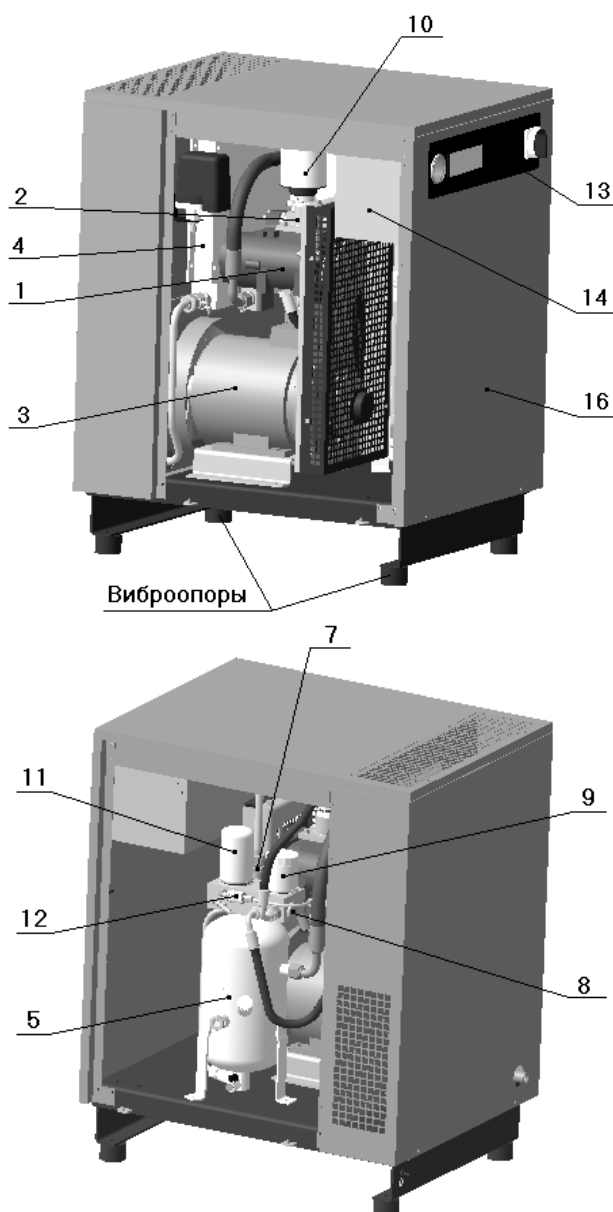
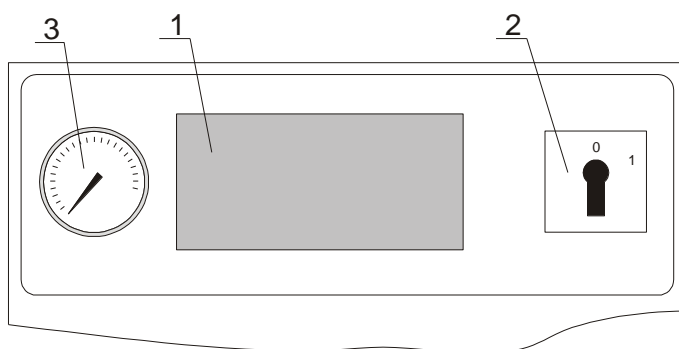
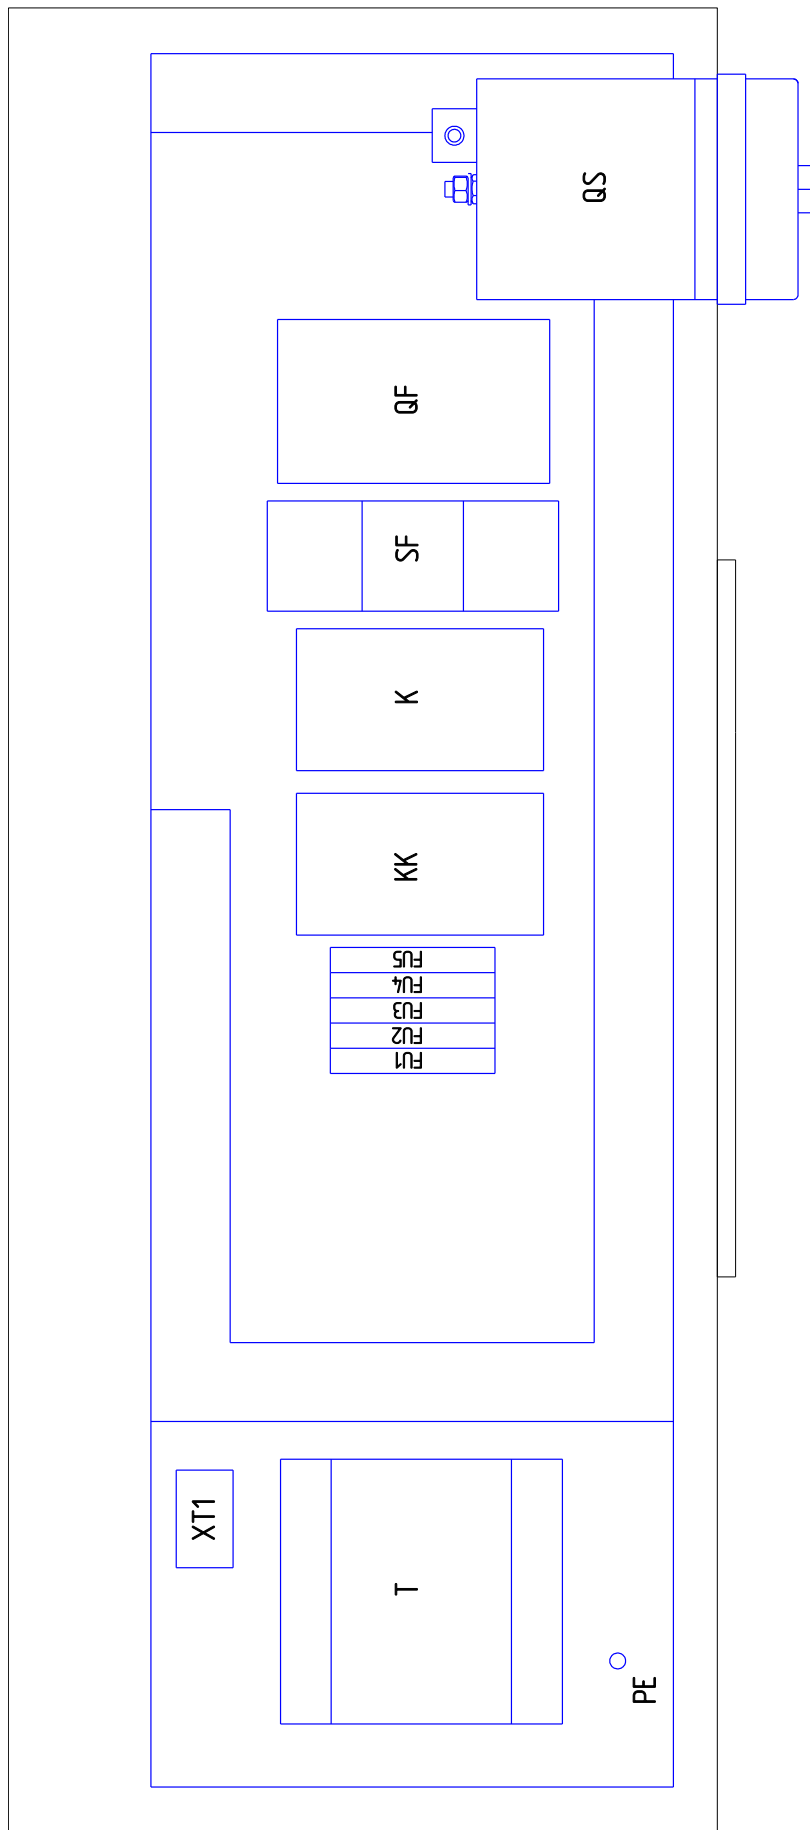

Рисунок 1 – Общий вид компрессорной установки ВК5Е-..., ВК7Е-..., ВК10Е-...
Рисунок 5
Рисунок 6 – Блок-схема платы монтажной BK5E, BK7E, BK10E
**1 – Винтовой блок** предназначен для выработки сжатого воздуха. Винтовые блоки, применяемые в компрессорных установках, приведены в таблице 3 (см. рисунок 1 или 2, или 3). В корпусе винтового блока расположены: винтовая группа, пропускные каналы для воздуха и масла, присоединительные фланцы.
**2 – Клапан всасывающий** (см. рисунок 1 или 2, или 3) воздушный выполняет функцию подачи воздуха в камеру сжатия и предотвращения выброса наружу сжатого воздуха и масла в момент останова установки при любом давлении подачи сжатого воздуха. Переключение клапана всасывающего в режим "ЗАГРУЗКА" или "ХОЛОСТОЙ ХОД" осуществляется при помощи клапана электромагнитного, который управляется программируемым контроллером от сигнала датчика давления.
**3 – Электродвигатель** (см. рисунок 1 или 2, или 3) предназначен для привода винтового блока.
**4 – Воздушно-масляный радиатор** (см. рисунок 1 или 2, или 3) двухсекционный, комбинированный, выполняет функции охлаждения масла и предварительного охлаждения воздуха на выходе из установки. Радиатор охлаждается проходящим через него потоком воздуха, который нагнетается вентилятором, установленным на втором конце вала электродвигателя привода установки.
**5 – Маслоборник** (см. рисунок 1 или 2, или 3) выполняет следующие функции:
**7 – Клапан минимального давления** (см. рисунок 1 или 2, или 3), установленный на линии нагнетания, предназначен для поддержания минимального давления в пределах 0,2...0,4 МПа внутри установки до тех пор, пока давление в распределительной сети не уравнивается с давлением внутри
**8 – Термостат** (см. рисунок 1 или 2, или 3) состоит из запорного плунжера и термочувствительного глицеринового элемента, изменяющего направление потока масла в зависимости от температуры и смонтирован в корпусе, на котором также установлен фильтр масляный.
**9 – Фильтр масляный** (см. рисунок 1 или 2, или 3) неразборный изготовлен в металлическом корпусе. Он расположен в контуре смазки и предотвращает попадание твердых частиц на рабочие поверхности винтов и подшипников. Его замена необходима после выработки часов, указанных в разделе "ТО", а частота замены напрямую зависит от технического обслуживания воздушного фильтра и от качества масла.
**10 – Фильтр воздушный** (см. рисунок 1 или 2, или 3) впускной открытого типа. Функция воздушного фильтра - предотвращение попадания загрязняющих частиц в зону винтовой группы и систему смазки. Некачественное обслуживание воздушного фильтра приводит к уменьшению срока службы блока винтового.
**11 – Фильтр-маслоотделитель (сепаратор)** (см. рисунок 1 или 2, или 3) завершает операцию отделения масла от сжатого воздуха и обеспечивает остаточное содержание масла в сжатом воздухе не более  $3 \text{ мг/м}^3$ . Пропускная способность фильтра-маслоотделителя зависит от качества масла и его рабочей температуры.
**12 – Визуализатор возврата масла** (см. рисунок 1 или 2, или 3) предназначен для визуальной оценки количества масла на возврате из фильтра-маслоотделителя. Масло, отделенное фильтром-маслоотделителем, возвращается в систему смазки установки. Функцией визуализатора является управление расходом возвратных потоков воздуха и масла. Визуализатор позволяет проверить эффективность работы фильтра-маслоотделителя и системы сепарации.
**13 – Панель управления** (см. рисунок 1 или 2, или 3). На лицевую сторону панели управления вынесены следующие органы управления (рисунок 5):
**14 – Шкаф с электроаппаратурой** (см. рисунок 1 или 2, или 3) представляет собой короб закрытого типа с установленной платой, на которой смонтирована пускорегулирующая аппаратура и устройства защиты (блок-схема см. рисунок 6), доступ к которым осуществляется путем демонтажа верхней панели корпуса и крышки шкафа.
**16 – Корпус шумозащищенного исполнения** (см. рисунок 1 или 2, или 3) служит для снижения уровня шума в рабочей зоне установки.
- 4) Плавкие предохранители - (см. рисунок 6) защита цепей управления и сигнализации;